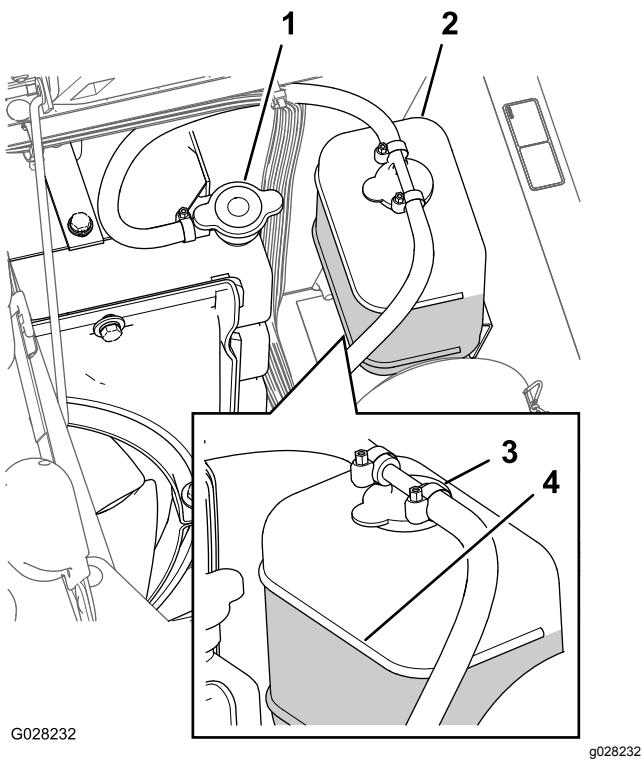

Figura 92
- Retire cuidadosamente el tapón del radiador y el tapón del depósito de expansión (Figura 92).
- Nota:** El radiador debe llenarse hasta la parte superior del cuello de llenado, y el depósito de expansión debe llenarse hasta la marca Lleno del depósito (Figura 92).
5. Si el nivel de refrigerante es bajo, retire el tapón del depósito de expansión y el tapón del radiador, y llene el depósito de expansión hasta la marca Lleno Figura 92 y el radiador hasta la parte superior del cuello de llenado () .
6. Instale el tapón del radiador y el tapón del depósito de expansión (Figura 92).
2. Espere hasta que se haya enfriado el motor, luego retire el tapón del radiador (Figura 92).
6. Retire el tapón del radiador (Figura 92).
8. Arranque el motor con el tapón del radiador aflojado (Figura 92).
10. Una vez que el refrigerante se ha calentado, añada más refrigerante hasta que el nivel llegue a la superficie sellante del tapón, y apriete el tapón (Figura 92).
11. Abra el tapón del depósito de expansión y llene el depósito con refrigerante hasta el nivel de "Frío" (Figura 92).